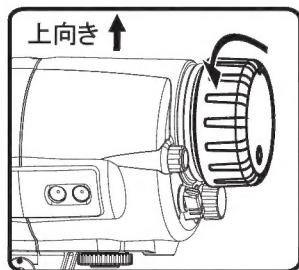

図1
1. バッテリーキャップを反時計回りに回し取り外します。(図1)